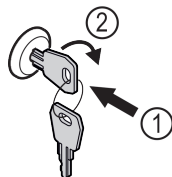

Fig. 125
- ▶ Włożyć kluczyk Fig. 125 (1).
- ▶ Przekręcić kluczyk o 90° w prawo Fig. 125 (2).